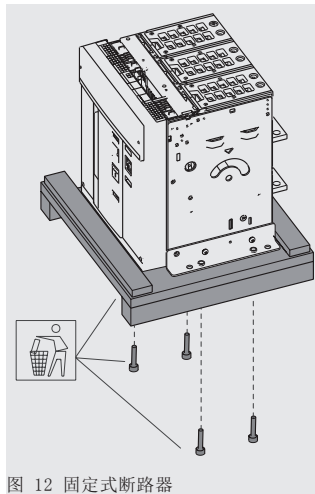
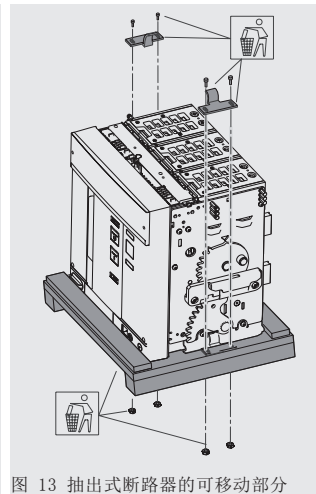
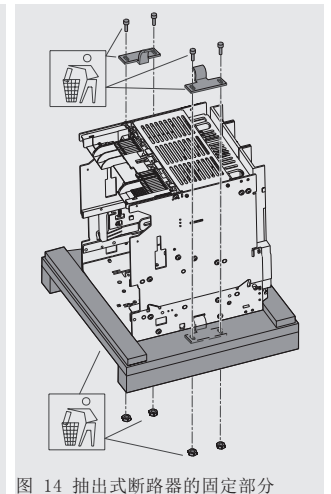

图 12 固定式断路器
图 13 抽出式断路器的可移动部分
图 14 抽出式断路器的固定部分
5. 卸下螺钉(见 图 12 固定式断路器). 卸下螺钉, 拆下固定支架(见 图 13 抽出式断路器的可移动部分 和 图 14 抽出式断路器的固定部分).